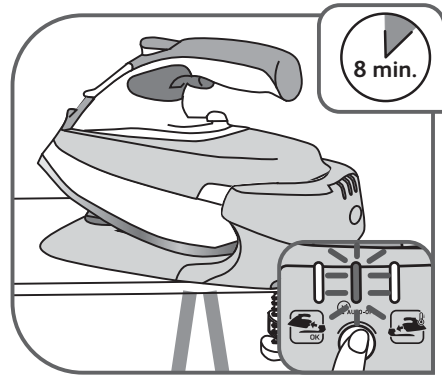

Fig.16*
- Voyant orange clignote (selon modèle) : fonction Auto-Off activée (consultez le chapitre «Sécurité Auto-Off») – fig.16.